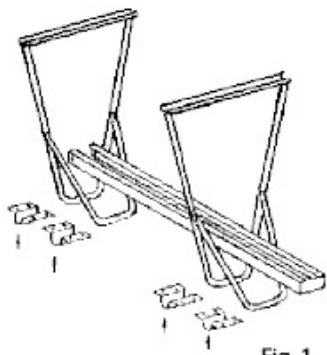

Fig. 1
1. Deschideți parțial brațele, rotiți cele două cadre cu capul în jos și mențineți-le într-o poziție verticală. (Fig.1)